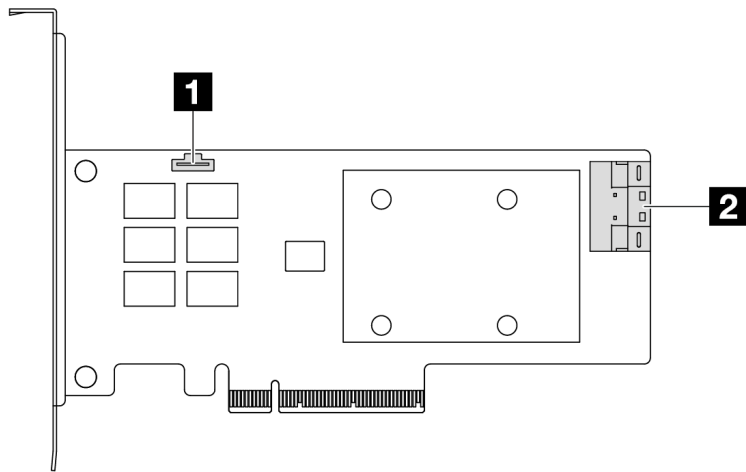

Figura 298. Um adaptador RAID/HBA Gen 4 8i SFF (um conector de porta)
- Figura 298 "Um adaptador RAID Gen 4 8i SFF (um conector de porta)" na página 296